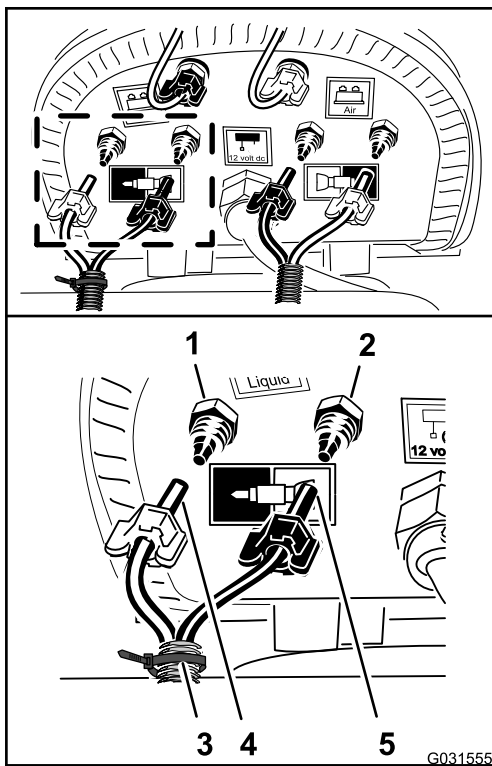

图174
3. 使用在 从机器中拆下液体和空气管子 \(页码 8\) 的步骤 9 中准备的扎带连接管子将右喷洒臂段的蓝色管子与右喷洒臂段供水回路的压紧接头对齐 图174。
4. 将用于管子的压紧螺母安装到接头然后用手拧紧螺母图174。
5. 将右喷洒臂段的透明管子与右喷洒臂段空气回路的压紧接头对齐图174。
6. 将用于管子的压紧螺母安装到接头然后用手拧紧螺母图174。